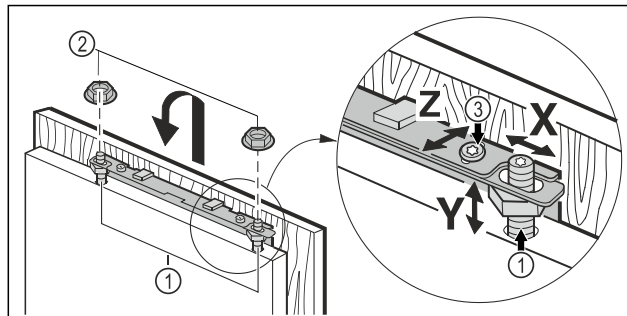

Fig. 46
- Vrata pohišstva obesite na nastavitvene zatiče Fig. 46 (1) in protimatico Fig. 46 (2) rahlo privijte na nastavitvene zatiče.
- Vrata pohišstva naravnajte na višino Y stranske poševnine: Nastavitvene zatiče Fig. 46 (1) nastavite z izvijačem.
- Privijte Fig. 46 (3) protimatico.